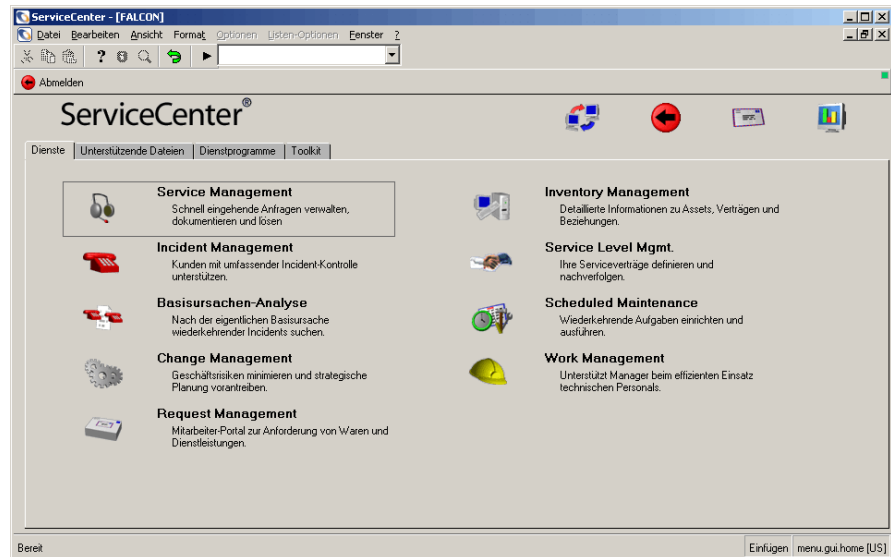

Abbildung 2-1: ServiceCenter-Startmenü
- 1 Melden Sie sich bei ServiceCenter mit einem Verwalterprofil, z. B. Falcon an. Abbildung 2-1 zeigt das ServiceCenter-Startmenü.